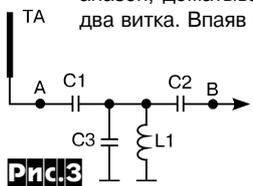

Рис.2
Практически во всех двухкассетных магнитофонах «восточного» производства на задней стенке под биркой, на которой указаны основные параметры, имеется кустарно сделанное отверстие. Немного подпилив его и проделав аналогичное отверстие в бирке, отклеивающейся без труда, туда можно легко вставить стандартное гнездо СГ-5 и, просверлив два отверстия, закрепить его винтами М3 с гайкой. Это гнездо будет использоваться для записи от внешнего источника сигнала - телевизора, тюнера, проигрывателя, другого магнитофона. Далее, в месте подпайки к плате электронного микрофона находят связь его сигнального провода с дисковым конденсатором, емкость которого обычно около 0,3 мкФ, и прослеживают путь от второй обложки этого конденсатора (иногда через резистор) до контактов переключателя рода работ (на панели он обозначен MODE), соединенных между собой, при этом их разъединяют, прорезав промежуток в дорожке между ними. Оставив несколько миллиметров дорожки подпаяют экранированные проводники (экран - к дорожке общего провода), свободные выводы которых подсоединяют через резисторы R1 - R4 к установленному гнезду (рис. 2, резисторы «навешиваются» на выводы гнезда). Так как в режиме «микрофон» во избежание паразитной акустической обратной связи выходные усилители отключены, то связь с ними нужно восстановить, чтобы контролировать прохождение записываемого сигнала. С этой целью в переключателе MODE находят контакты,
**3-й способ.** Применим для телевизоров с блоками цветности МЦ-41 на основе ИМС КР1021ХА4. Необходимо собрать устройство по схеме рис. 2., которое работает следующим образом. При включении ТВ транзистор VT1 закрыт, вывод 19 ИМС КР1021ХА4 через диод VD1 и резистор R2 соединен с «землей». С26 разряжен, внутренний триггер выключен, напряжение на выходах ИМС (выводы 13, 15, 17) отсутствует. На катоды кинескопа с видеоусилителей поступает запирающее напряжение порядка 200 В, кинескоп не светится. По мере заряда С1 транзистор VT1 постепенно открывается, растет напряжение на катоде диода VD1 и диод закрывается, отключая таким образом от «земли» 19-й вывод ИМС. Начинает заряжаться конденсатор С26, напряжение на 19-м выводе возрастает примерно до 3 В, внутренний триггер микросхемы срабатывает, подается напряжение на видеоусилители и катоды кинескопа. При указанных номиналах R1, R2 и С1 задержка включения кинескопа составляет 20-25 секунд. Конденсатор С1 должен иметь минимальный ток утечки.
**Детали.** P1 - микроамперметр М68502 с током полного отклонения 250 мкА (от магнитофона «Романтика - МП 220 С», где он используется в качестве индикатора уровня записи, с красным сектором, который удачно сочетается с прямым назначением тахометра), но можно использовать практически любой микроамперметр, нужно только подобрать сопротивление добавочного резистора R5. Рисунок печатной платы и монтажная схема в масштабе 1:2 приведены на рис. 2.